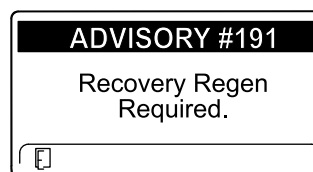

Figure 47
- Régénération d'urgence requise – prise de force désactivée AVIS N° 191 (Figure 47)